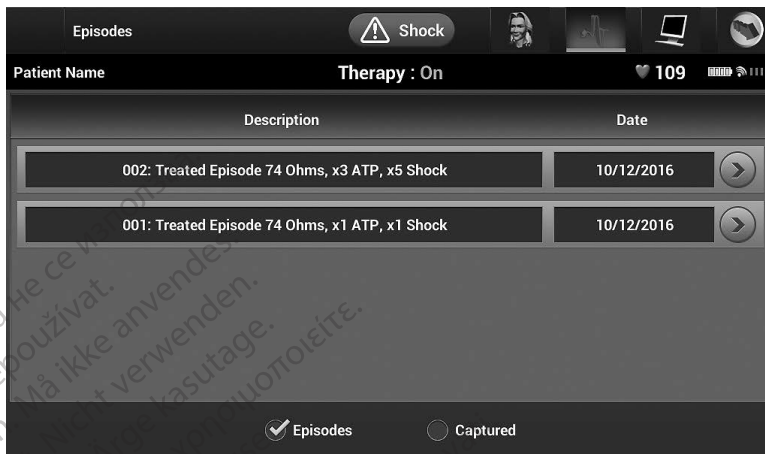

Figura 17: Ecranul episoade (listă derulantă)
- Notă:** *Alegerea butonului „View” din rândul Episoade permite navigarea direct către lista de episoade stocate (Figura 17 la pagina 55).*
4. Selectați opțiunea Episodes pentru a accesa ecranul Episoade (Figura 17 la pagina 55).
Notă: Pentru ca episoadele să fie disponibile pentru tipărire, acestea trebuie selectate individual și vizualizate din ecranul **Episoade** (Figura 17 la pagina 55).